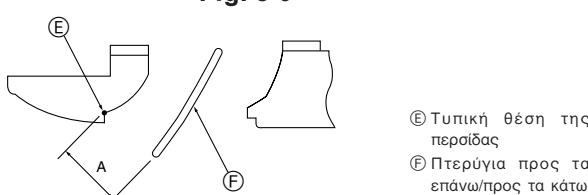

Fig. 5-10
- ② Αποσυνδέστε το βύσμα του κινητήρα των πτερυγών για το κανάλι αερισμού που θέλετε να κλειδώσετε. (Ενώ πατάτε το κουμπί, αφαιρέστε το βύσμα προς την κατεύθυνση που δείχνει το βέλος όπως φαίνεται στο διάγραμμα.) Αφού αφαιρέσετε το βύσμα, μονώστε το με ταινία.
- ③ Για να ρυθμίσετε την επιθυμητή κατεύθυνση της ροής του αέρα, μετακινήστε αργά τα πτερυγά προς τα επάνω ή προς τα κάτω, εντός του καθορισμένου εύρους, (Fig. 5-10)